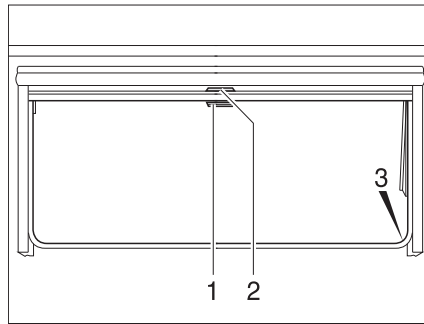

Bild 82 Ausstellfenster
- Verdunklungsrollo am Griff (Bild 82,2) nach unten ziehen. Wenn das Verdunklungsrollo ganz geschlossen wird, das Verdunklungsrollo auf beiden Seiten am Fensterrahmen in die Arretierung (Bild 82,3) einhängen.
- Wenn das Verdunklungsrollo vollständig geschlossen ist: Den Griff (Bild 82,2) nach unten drücken und den Griff dabei leicht nach innen ziehen. Das Verdunklungsrollo aus den Arretierungen links und rechts am Fensterrahmen aushängen.
- Wenn sich das Verdunklungsrollo in Zwischenposition befindet: Den Griff (Bild 82,2) leicht nach unten ziehen, bis sich die Arretierung gelöst hat.
- Insektenschutzrollo am Griff (Bild 82,1) nach unten ziehen und auf beiden Seiten am Fensterrahmen in die Arretierung (Bild 82,3) einhängen.
- Griff (Bild 82,1) nach unten drücken und den Griff dabei leicht nach innen ziehen. Das Insektenschutzrollo aus den Arretierungen links und rechts am Fensterrahmen aushängen.